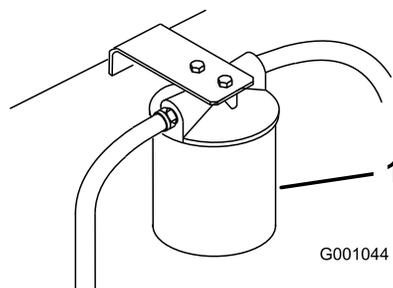

Figura 96
3. Collocate una bacinella di spurgo sotto il filtro, toglie il filtro usato e pulite la guarnizione di riduzione del filtro (Figura 96).